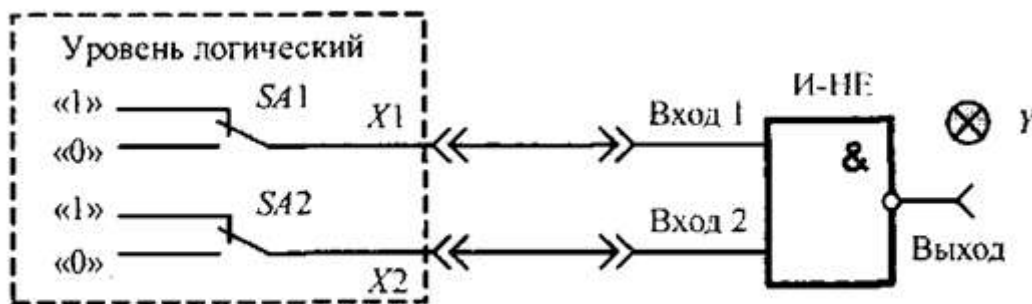

Рис. 1. Схема соединений для исследования логического элемента И-НЕ
1) Составить таблицу истинности логического элемента «И-НЕ». Для этого собрать схему (рис. 1), подключив выходы гнезд «Уровень логический» к соответствующим входам логического элемента «И-НЕ». Включить тумблер «Питание». Задавая различные комбинации входных логических сигналов (X₁, X₂) тумблерами SA₁ и SA₂, фиксировать по светодиоду выходной сигнал Y логического элемента. Составить таблицу истинности исследуемого элемента. Результаты занести в табл. 1. Выключить тумблер «Питание»;